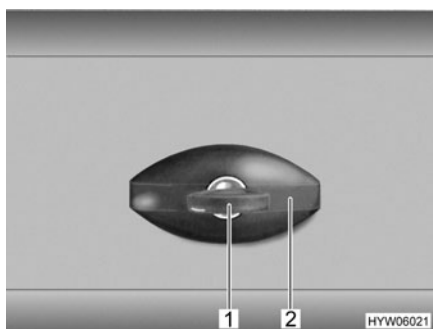

Fig. 46 Cerradura de la trampilla, de forma elíptica, cerrada
- Introducir la llave en el cilindro de cierre (Fig. 46,1) y girarla un cuarto de vuelta en sentido contrario a las agujas del reloj. El asidero de la cerradura (Fig. 46,2) se abre de golpe.